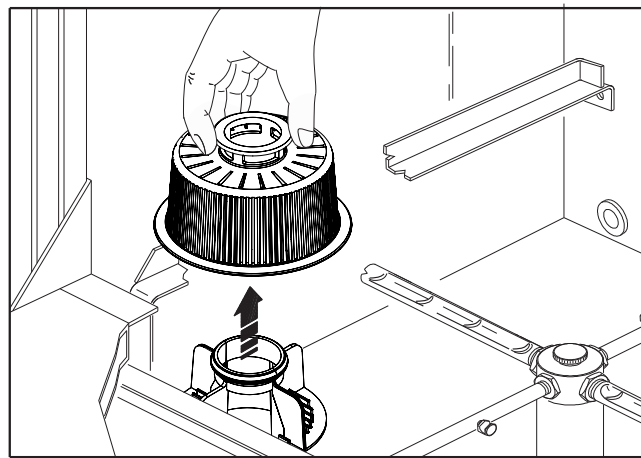

Abb. 17
5. den Filter der Spülpumpe (Bild 17) herausnehmen und reinigen, dies gilt auch für andere Filter des Tanks, falls vorhanden